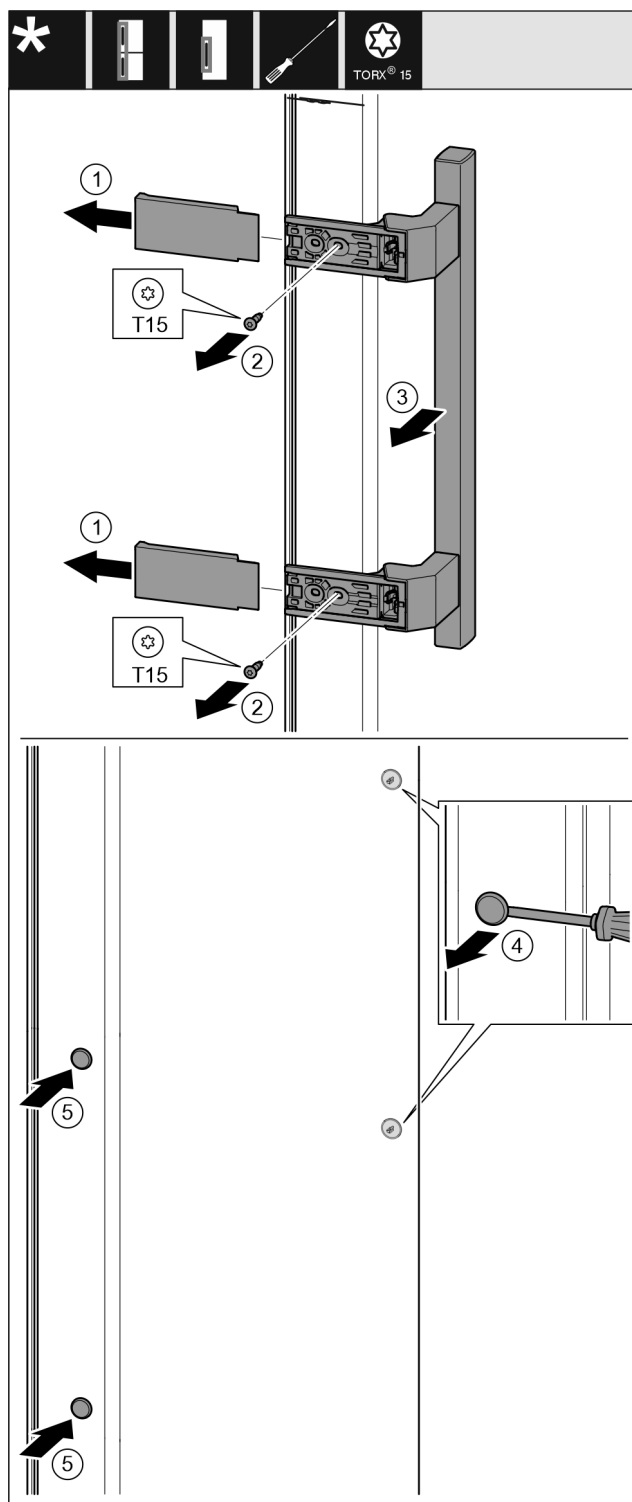

Fig. 20
- Retire la cubierta. Fig. 20 (1)
- Desenrosque los tornillos con el destornillador T15. Fig. 20 (2)
- Retire el tirador. Fig. 20 (3)
- Levante cuidadosamente el tapón lateral con un destornillador para tornillos de cabeza ranurada y extráigalo. Fig. 20 (4)
- Vuelva a colocar el tapón en el otro lado. Fig. 20 (5)